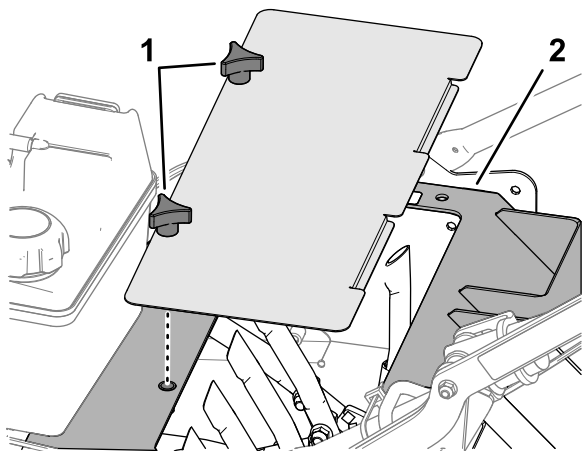

Figura 25
1. Retire los 2 pomos que fijan la tapa de acceso a los taladros a la carcasa de los taladros (Figura 25).